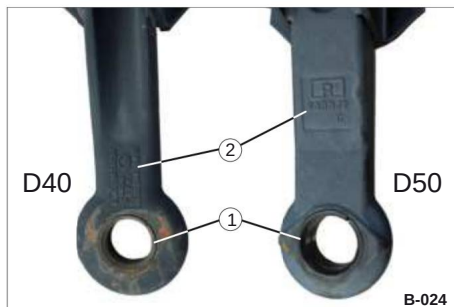

Bild 28 Dragöglor med slippbussningar
• Låt endast en sliten/deformerad remskiva bytas ut mot en originalreservdel – se markeringen (Bild 28/2) på remskivan.